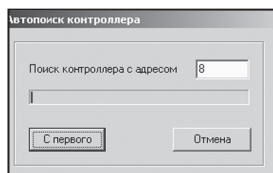

Рисунок 4. Поиск счётчика по адресу
7.4 Каждому счётчику присвоен уникальный номер – его адрес. Для конфигурирования счётчика с известным адресом необходимо в секции «Поиск контроллера» ввести этот адрес в поле «Адрес» - «Найденный» и нажать кнопку «Поиск». Если адрес неизвестен, необходимо ввести в поле «Адрес» - «Найденный» значение «0» и нажать кнопку «Поиск». В окне «Автопоиск контроллера» последовательно увеличивается значение поля «Поиск контроллера с адресом» рисунок 4.